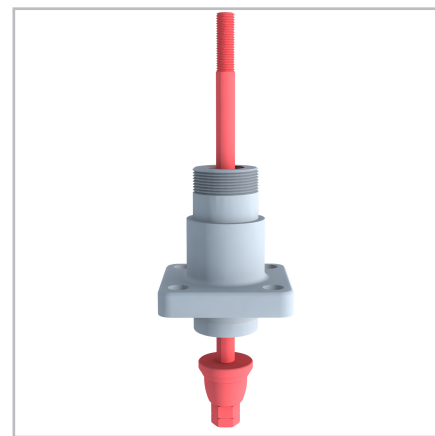

figura 4
12. Terminada la operación nos quedará, por un lado, el cuerpo sujeto al tornillo del banco de trabajo y, por el otro, el alojamiento de la empaquetadura con el vástago obturador en su interior. Para sacar dicho eje, basta con tirar de él haciendo el movimiento de desenroscado (evitando así que la rosca del vástago pueda dañar los anillos de la empaquetadura); (véase figura 4).
13. A continuación sujetamos el alojamiento de la empaquetadura y con la ayuda de un tirador tipo "cola de cerdo" sacamos primero el resorte prensaestopas (ref.13), seguido de la arandela de la empaquetadura (ref.12) y de la junta tórica de la empaquetadura (ref.11). Seguidamente, procedemos del mismo modo para retirar los anillos de la empaquetadura (ref.6 - ref.10).